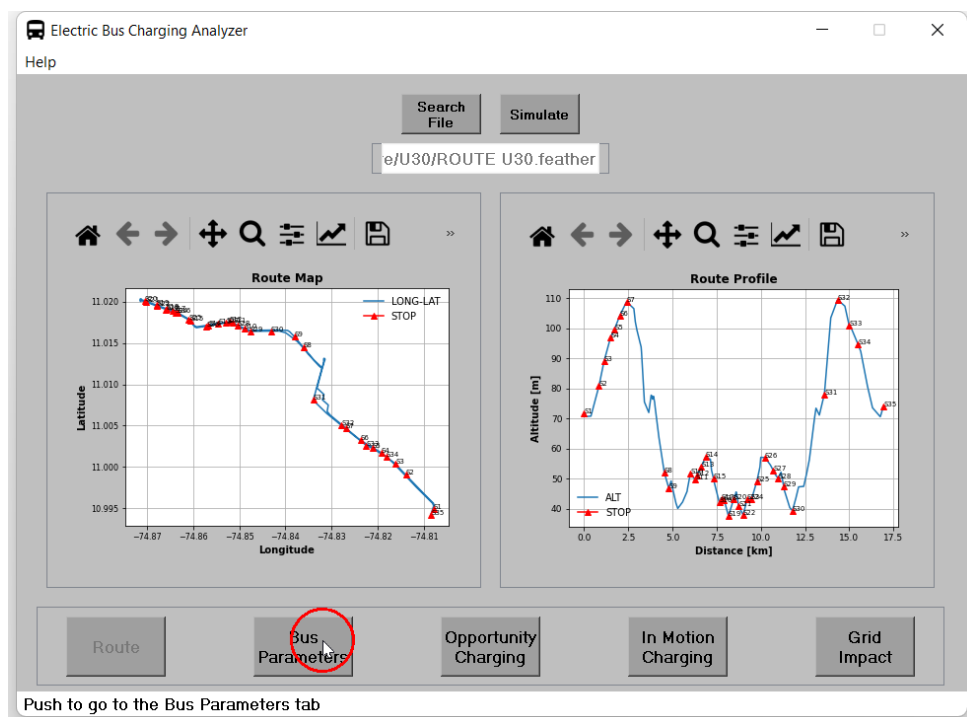

Figura 16: Visualización de resultados y cambio de ventana.
4. Finalmente, luego de obtener las gráficas de la simulación, se puede pasar a la siguiente pestaña presionando el botón **Bus Parameters** tal y como se muestra en la figura 16.